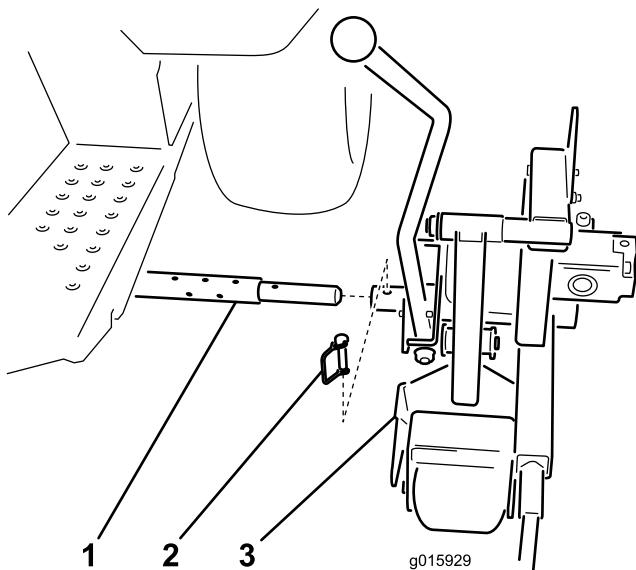

図 12
1. クロスチューブに、カッターヘッドビボットチューブを通す（図 12）。
2. カッターヘッドをクロスチューブにヒッチピンで固定する（図 12）。